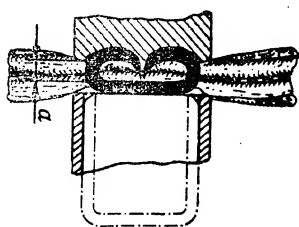

Рис. 13.
Перед прошиванием необходимо установить зазор, величина которого равна просвету «а» загнутой скрепки (см. Рис. 13).
Устанавливая необходимый зазор прошивки, выводят зацеп (14) (см. Рис. 13) в крайнее свое положение и производят пробное прошивание на материале (2, 3 раз). Техника наложения швсв аппаратом заключается в следующем: в лев. рукой аппарат, захватывая